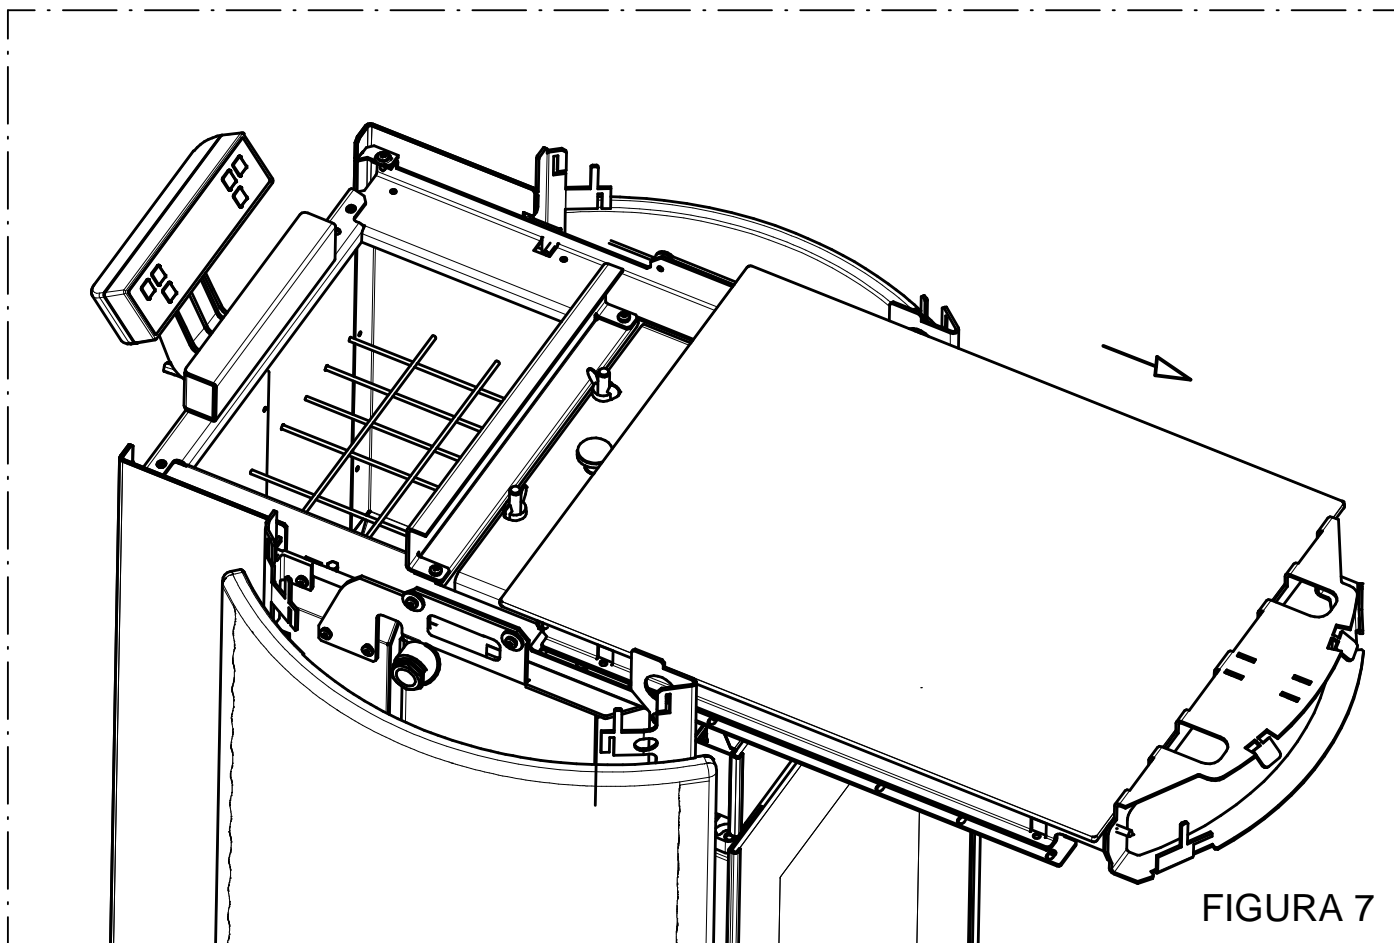
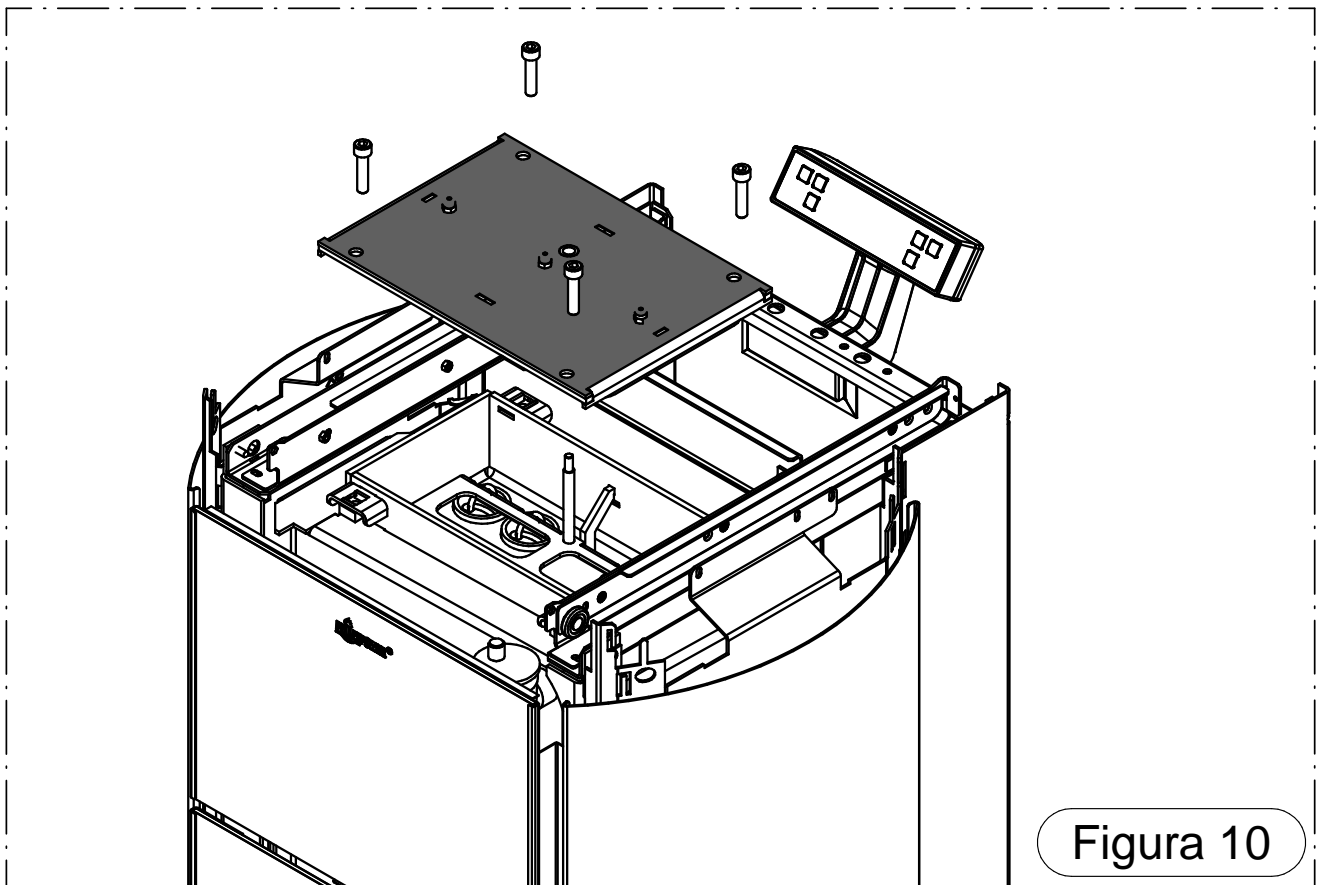

FIGURA 7
Figura 10
- Aspirare la cenere localizzata nel vano superiore giro fumi. (Figura 10). Per accedere al vano togliere le 3 ceramiche superiori (Figura 6), togliere la vite di blocco del coperchio serbatoio (Figura 7,8,9) e sganciare il coperchio A. Svitare le 4 viti e svitare il pomello scuoti tribolatori. Togliere il coperchio facendo attenzione a non danneggiare l'isolante montato sullo stesso (Figura 10).